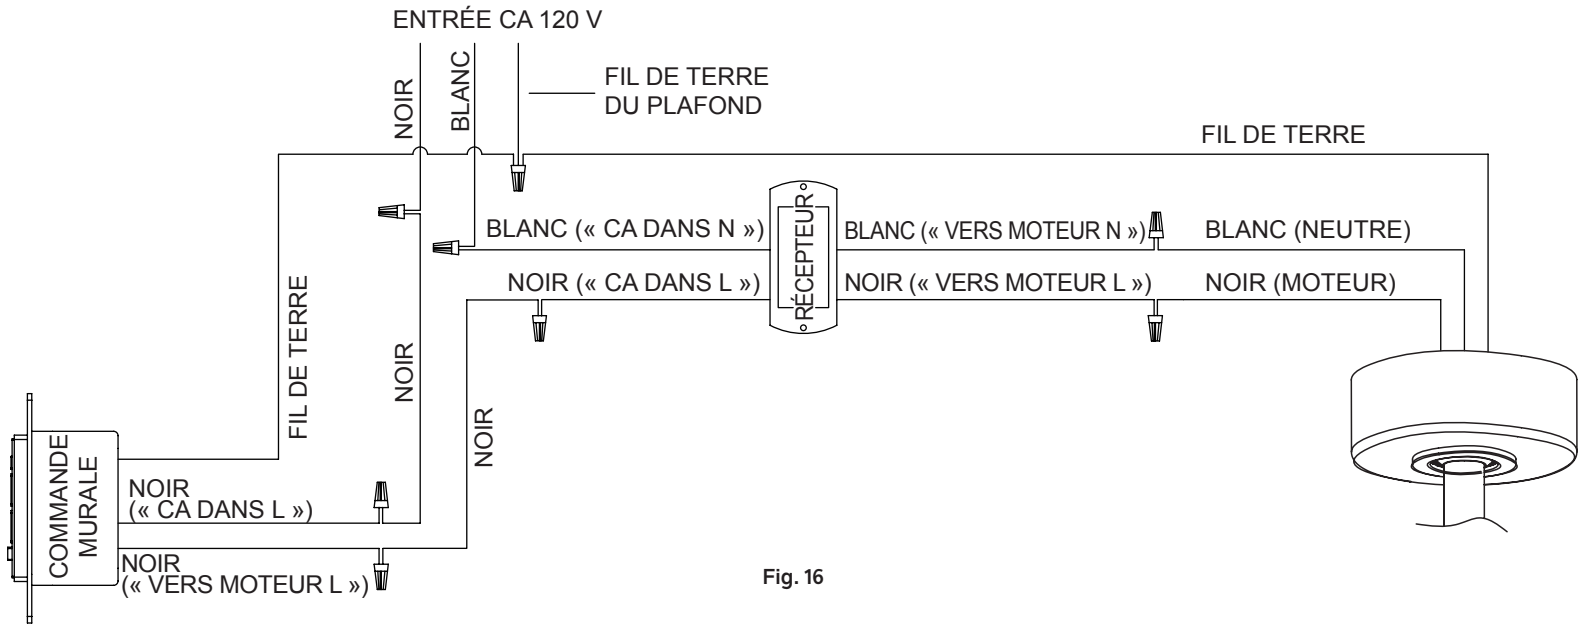

Fig. 16
Étape 2. Connectez les fils à l'aide des connecteurs comme indiqué dans le SCHÉMA DES CÂBLES. (Fig. 16)